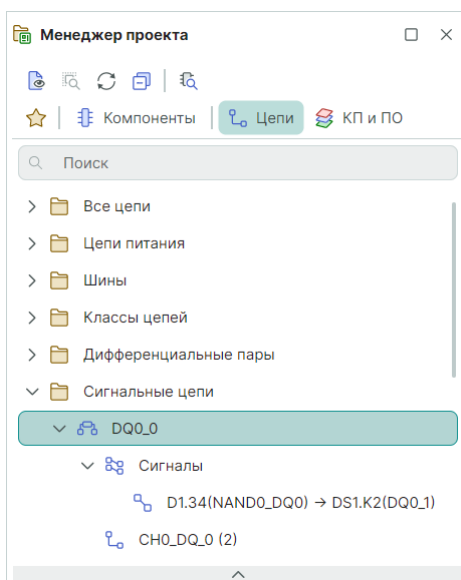

Рис. 150 Отображение сигналов в панели «Менеджер проекта»
8. Созданный сигнал или созданные сигналы будут отображаться в составе сигнальной цепи в панели «Менеджер проекта» → «Цепи» → «Сигнальные цепи» → «Сигналы», см. Рис. 150.